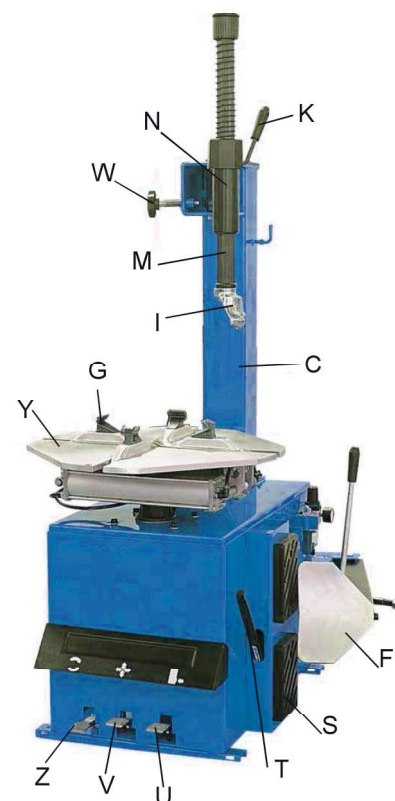

Рис.4
- 2) Чтобы накачать шину, вставьте наконечник пистолета для накачки (см. рис.4) в сосок шины при положении запирающего рычажка «UP» («Вверх»). Убедитесь, что сопло плотно обхватывает сосок.